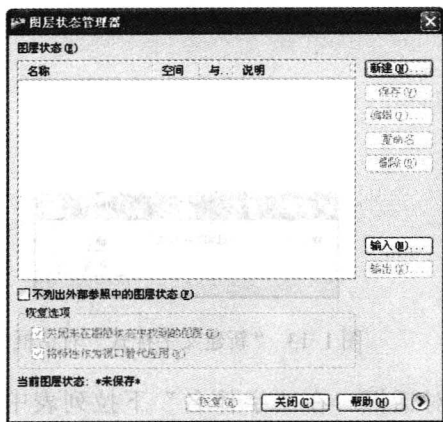

图 1-8 “图层状态管理器”对话框
1. 单击“图层特性管理器”对话框中的“图层状态管理器”按钮，弹出如图 1-8 所